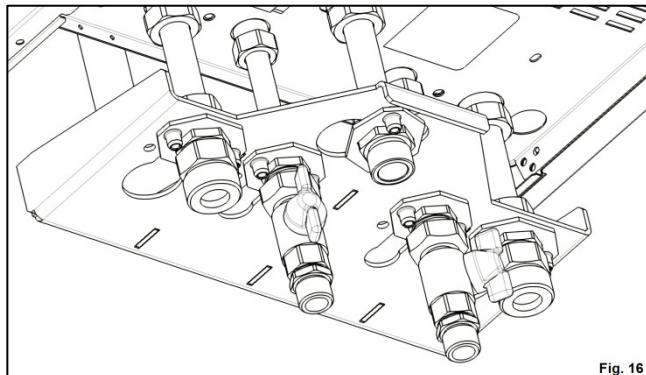

Fig. 16
**11.** Se montează robinetii cu olandez M, pe racordurile E, asigurându-se etanșarea prin intermediul garniturilor D (Fig. 16) și strângerea piulitelor (30Nm).